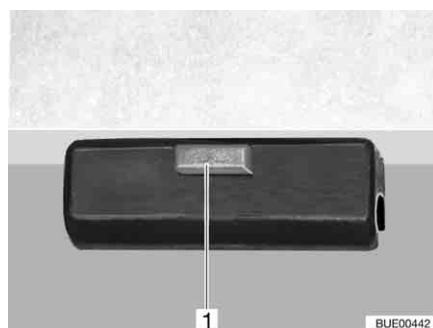

Fig. 111 Dispositif de verrouillage
■ Desserrer le dispositif de verrouillage (Fig. 111,1) du plateau de la table.